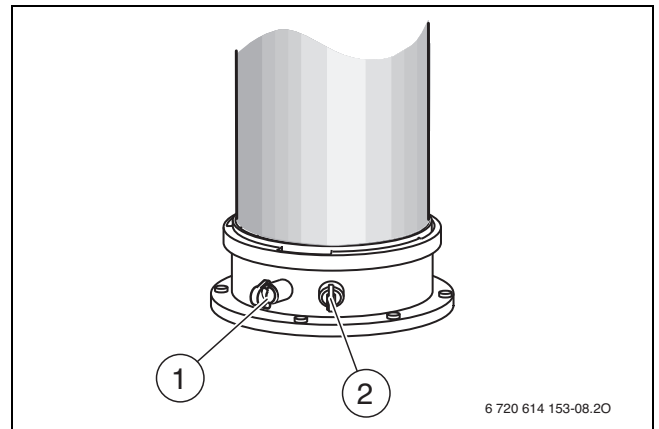

Bild 138 Abgasmesssstutzen und Verbrennungsluft-Messsstutzen
- ▶ Stopfen am Verbrennungsluft-Messsstutzen (→ Bild 138, [2]) entfernen.
- ▶ Stopfen am Abgasmesssstutzen (→ Bild 138, [1]) entfernen.